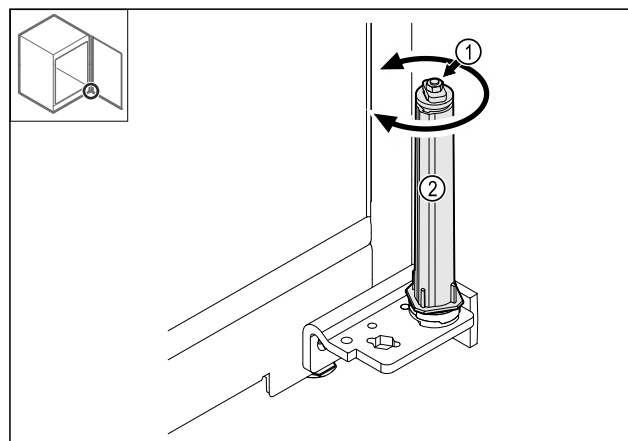

Fig. 42
- ▶ Verschraubung Fig. 42 (1) des Schließsystems nicht zerlegen.
- ▶ Schließsystem Fig. 42 (2) drehen, bis es klickt.